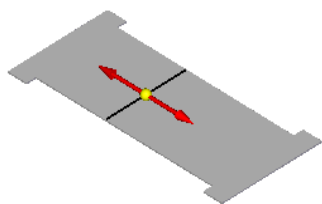
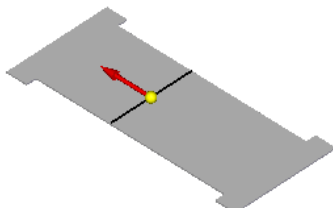
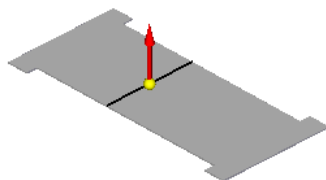

图 4.8.7 定义折弯位置
图 4.8.8 定义移动侧方向
图 4.8.9 定义折弯方向
(3) 定义折弯属性及参数。在命令条中单击“折弯位置”按钮 ，在 **折弯半径** 文本框中输入值 1.0，在 **角度** 文本框中输入值 75；单击“从轮廓起”按钮 ，并定义折弯的位置如图 4.8.7 所示的方向后单击；单击“移动侧”按钮 ，并将方向调整至图 4.8.8 所示的位置；单击“折弯方向”按钮 ，并将方向调整至图 4.8.9 所示的位置。